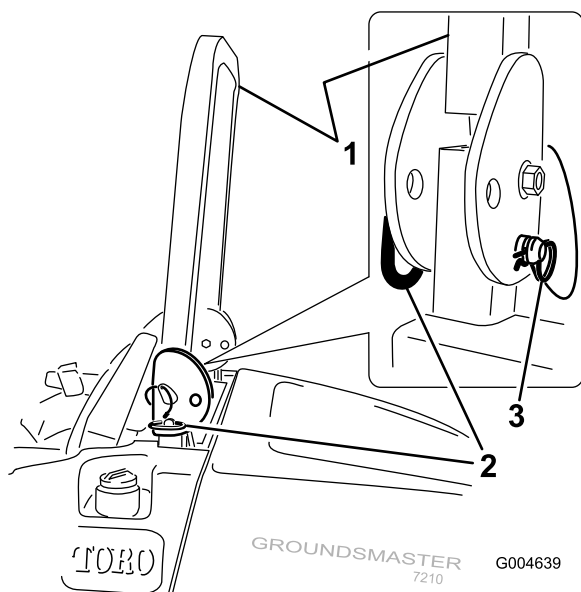

Figure 11
1. Pour abaisser l'arceau de sécurité, retirez les goupilles fendues, poussez l'arceau de sécurité contre les ressorts et retirez les deux goupilles (Figure 11).
3. Posez les deux axes et fixez-les avec les goupilles fendues (Figure 11).
4. Pour relever l'arceau de sécurité, retirez les goupilles fendues puis les deux axes (Figure 11).
5. Relevez complètement l'arceau de sécurité puis insérez les deux axes et fixez ces derniers avec les goupilles fendues (Figure 11).